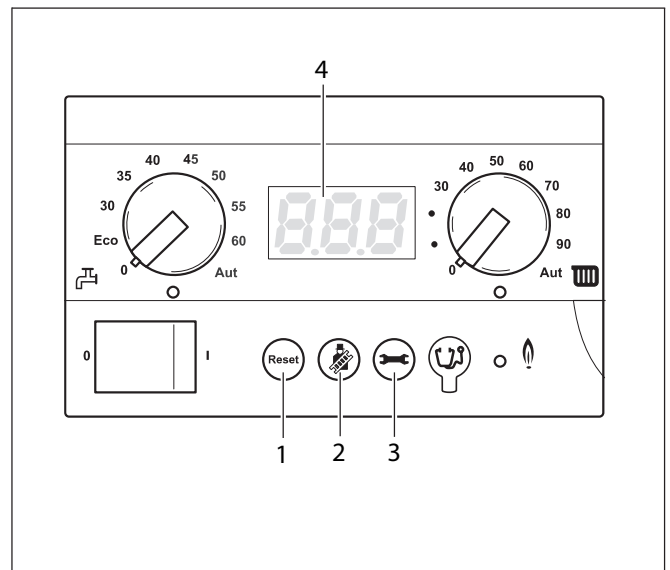

Fig. 20 Regolatore di base BC10
È possibile sfogliare i menu della caldaia sul BC10, servendosi del tasto "Reset", del tasto "Spazzacamino" e del tasto "Indicazione servizio" (fig. 20, pos. 1, 2 e 3) e del display (fig. 20, pos. 4) con i menù nella tabella 5, 6 e 7.